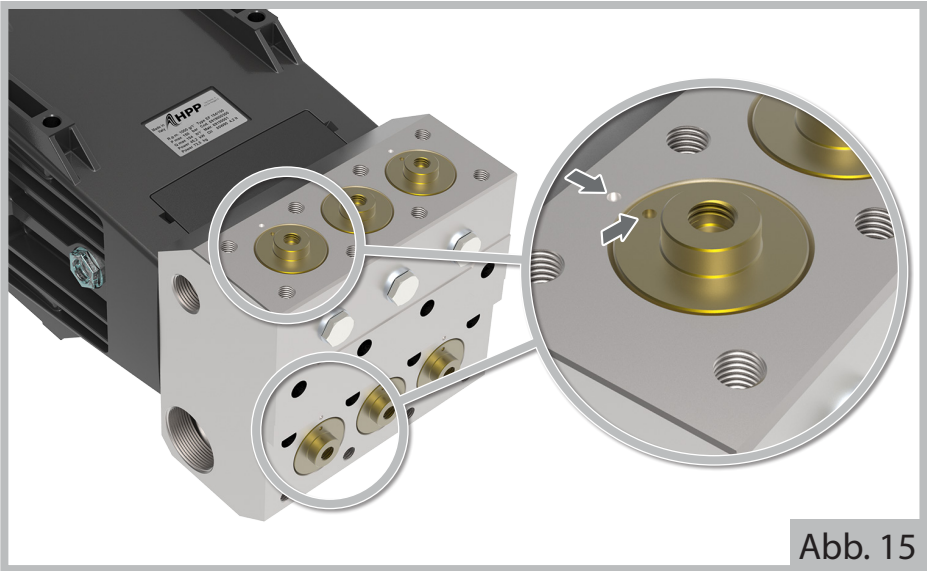

Abb. 15
Für eine richtige Montage ist es nötig, die Bezugspunkte auf den Distanzstücken (8) mit denen auf dem Kopf, wie auf Abbildung 15 gezeigt, in Übereinstimmung zu bringen.